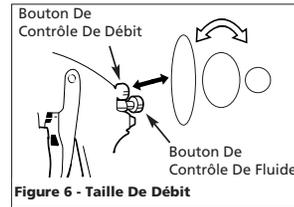

Figure 6 - Taille De Débit
2. Ajuster la taille de débit à la forme désirée. Pour un plein débit, tourner le bouton de réglage de débit au sens contraire des aiguilles d'une montre. Pour une configuration ronde, tourner le bouton de réglage de débit au sens des aiguilles d'une montre (Voir Figure 6).